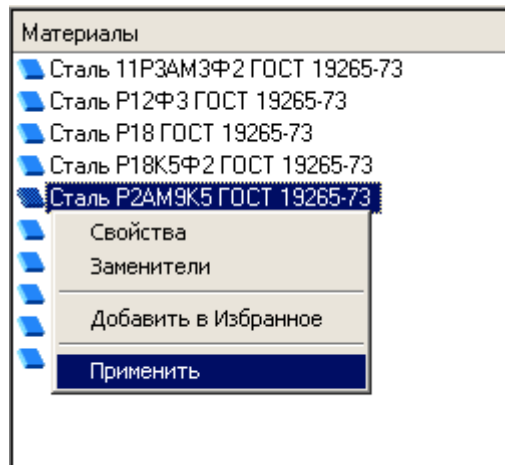

Рисунок 8.19
4. Подтвердить выбор вызовом команды **Применить** из контекстного меню для материала или сортамента (см. Рисунок 8.19):